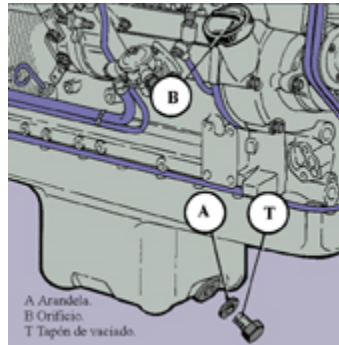

Fig. 24
- **Cambio de aceite (fig. 24)**